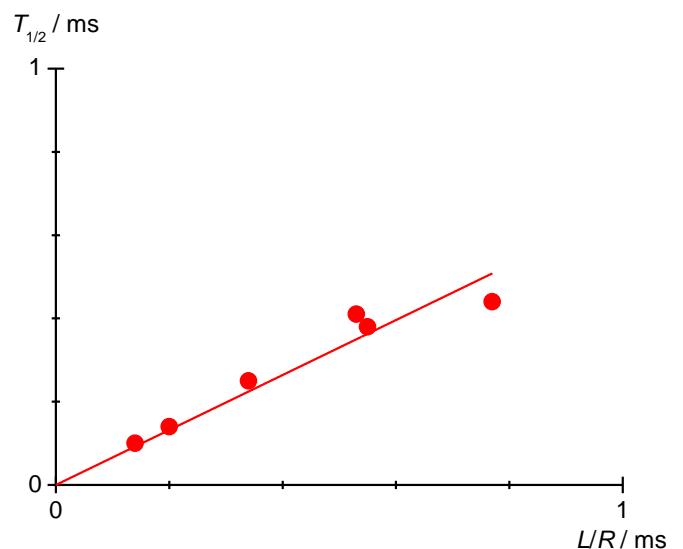

Fig. 6 : Temps de demi-vie  $T_{1/2}$  en fonction de  $L / R$ .
- Comparer dans un diagramme les temps de demi-vie  $T_{1/2}$  du tableau 5 aux quotients  $L / R$  et adapter une droite d'origine (fig. 6).
- Pour vérifier l'équation (3) à partir de la pente de la droite  $m$ , déterminer le facteur de proportionnalité  $\ln 2$ .